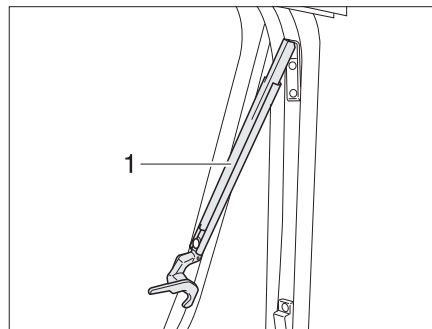

Fig. 77 Ventana abatible con soportes automáticos, abierta
- Abrir la ventana abatible hasta la posición de enclavamiento deseada. El soporte automático (Fig. 77,1) engatilla automáticamente.